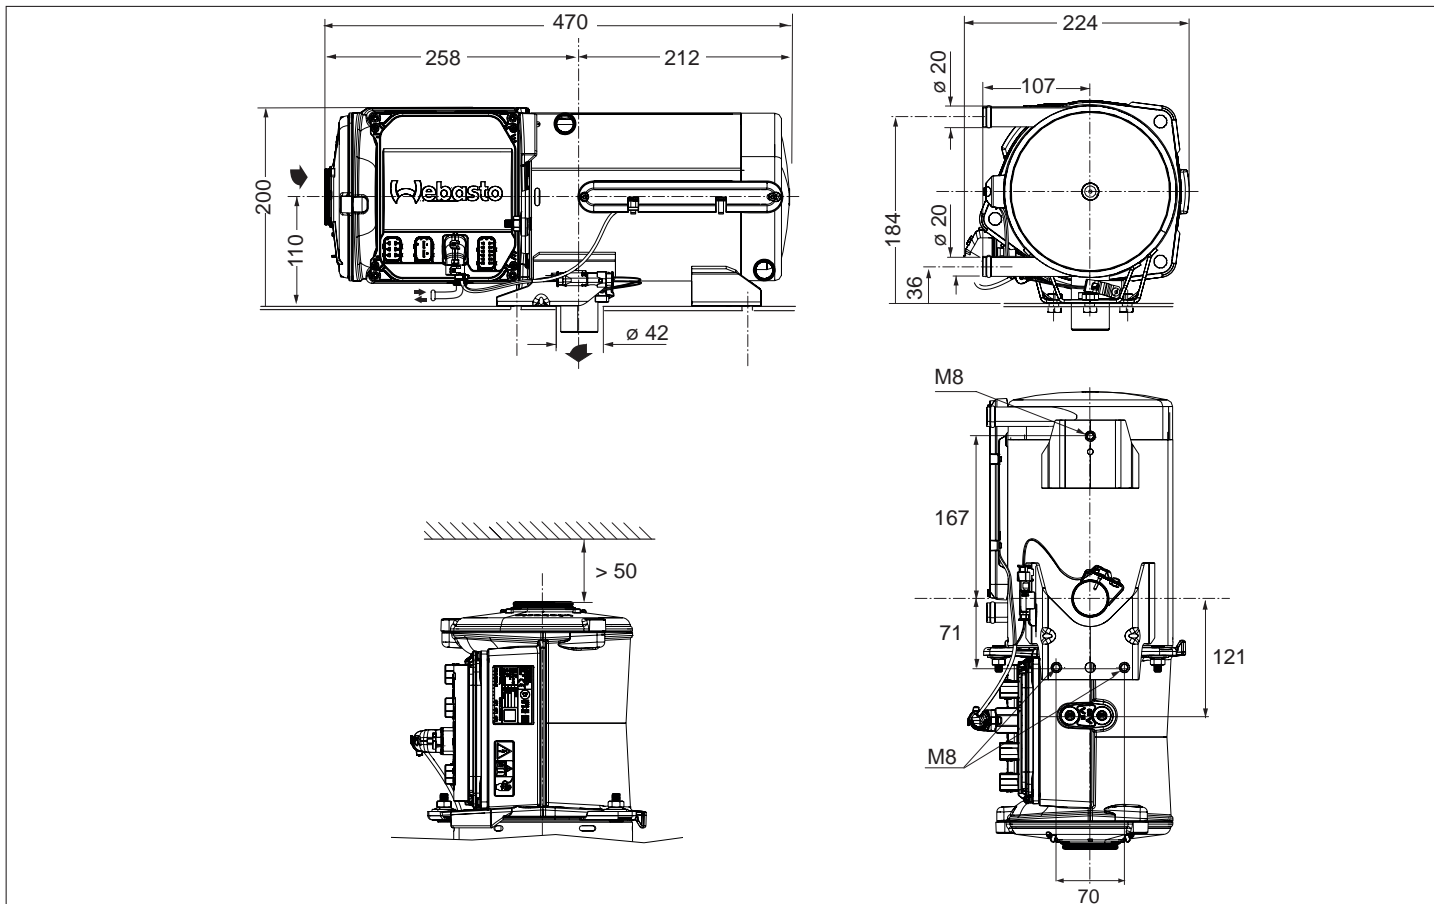

Рис. 04: Размеры и минимальные расстояния (в мм)
- ▶ Обеспечьте необходимое монтажное пространство, см. Рис. 04.